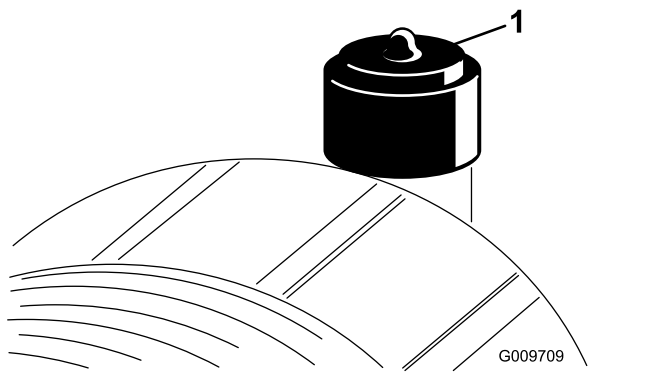

Bild 78
Warten Sie den Luftfilter nur, wenn die Wartungsanzeige dies angibt (Bild 78). Das frühzeitige Auswechseln des Luftfilters erhöht nur die Gefahr, dass Schmutz in den Motor gelangt, wenn Sie den Filter entfernen.
2. Stellen Sie die Anzeige (Bild 78) zurück, wenn sie auf Rot steht.